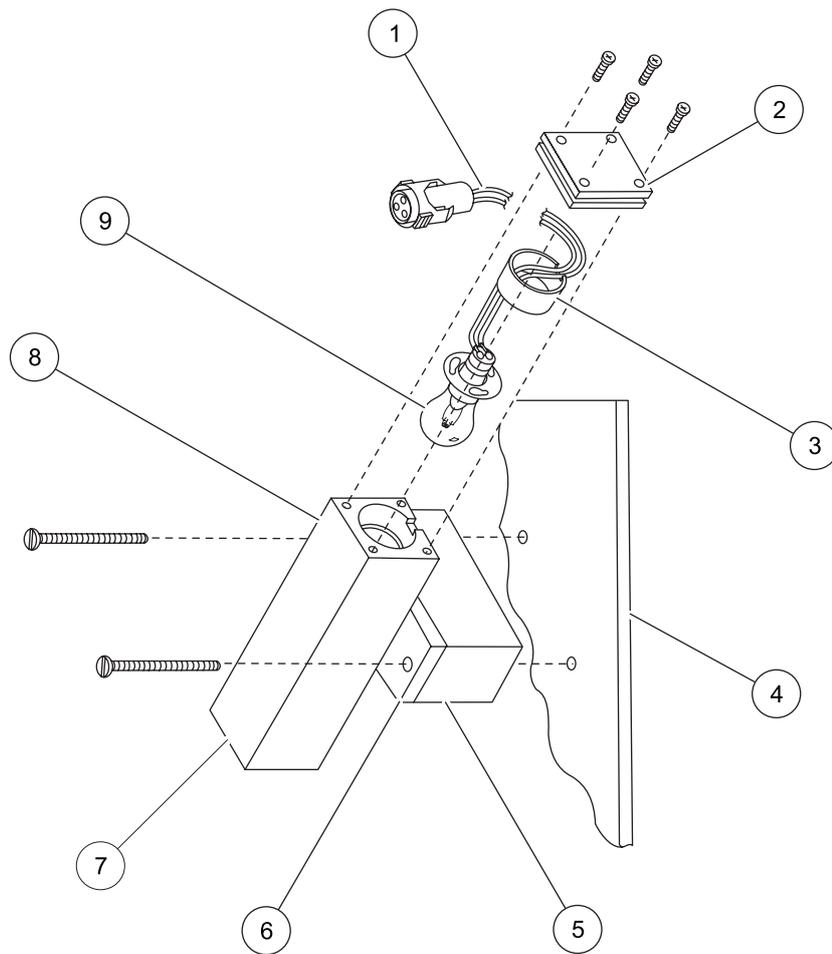

Figura 17 Reemplazo de la lámpara
3. Retire los dos tornillos que fijan el conjunto de fuente de luz en la placa posterior. Retire el conjunto de fuente de luz (Figura 17).